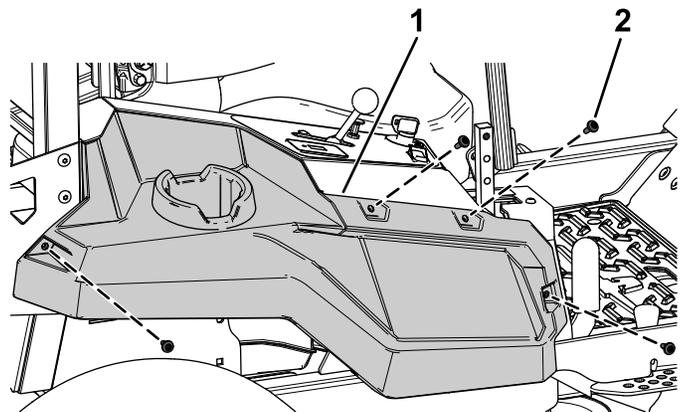

Figura 10
3. Retire los 4 tornillos de cuello largo que sujetan el carenado derecho (Figura 10).
4. Retire el carenado derecho (Figura 10).
7. Sujete el carenado derecho usando los 4 tornillos de cuello largo que se retiraron anteriormente (Figura 10).